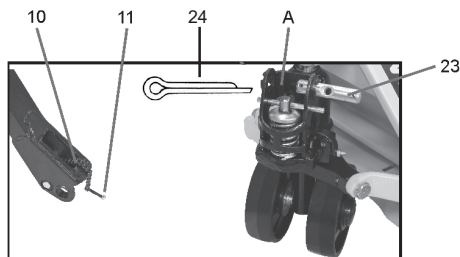

Fig. 3 – Eje del cable
- a. Retire el pasador elástico (DIN94) "24" y remueva totalmente el eje "23". Encaje el cable en la posición "A". Recoloque el eje "23" pasando por el cable y trabe el conjunto recolocando el pasador elástico (DIN94) "24" (fig. 3).